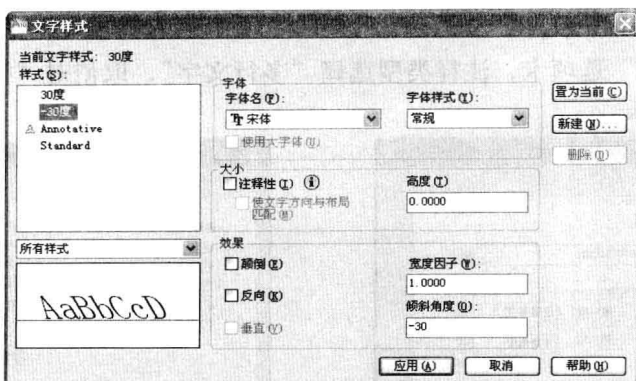

图 7-4-22
(18) 选择菜单命令“格式/文字样式”，打开文字样式对话框，单击“新建”按钮，弹出新建文字样式对话框，输入新的样式名称“30度”，单击“确定”按钮，返回文字样式对话框，新样式名称会显示在左侧的样式列表中。
(20) 单击“新建”按钮，弹出新建文字样式对话框，输入新的样式名称“-30度”，单击“确定”按钮，返回文字样式对话框，新样式名称会显示在左侧的样式列表中。
(21) “倾斜角度”设置为“-30”，如图 7-4-22 所示，单击“应用”按钮并关闭对话框。